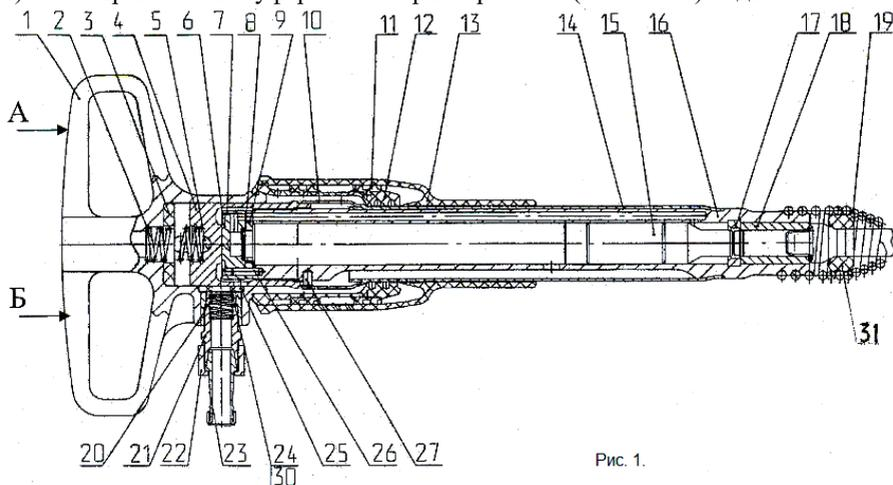
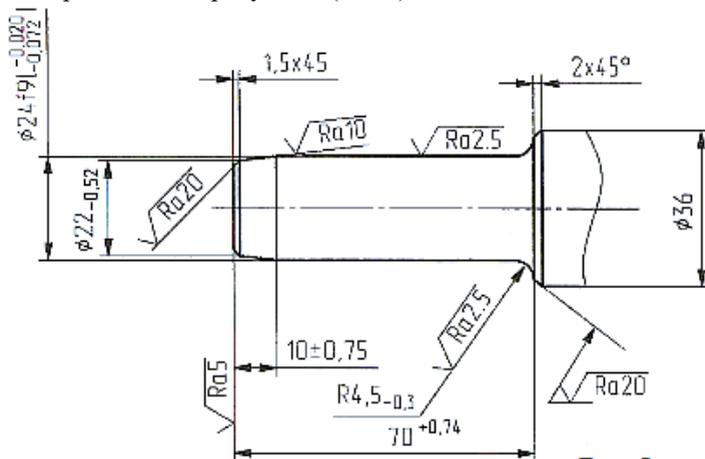

Рис. 1.
Рис. 2.
Бетонолом (Рис.1) представляет собой поршневую пневматическую машину ударного действия с клапанным воздухораспределением, работающую под действием сжатого воздуха.
Для бетоноломов Б-1, Б-2, Б-3 присоединение рукава к бетонолому осуществляется с помощью накидной гайки (22) и ниппеля (23) (Рис.1). Для удержания пики от выпадения из ствола навинчивается концевая пружина (19). В зависимости от условий работы в бетоноломах могут применяться пика, пика-лопата или другой инструмент с требуемым оформлением рабочего конца. Размеры хвостовика инструмента приведены на рисунке 2 (Рис.2).